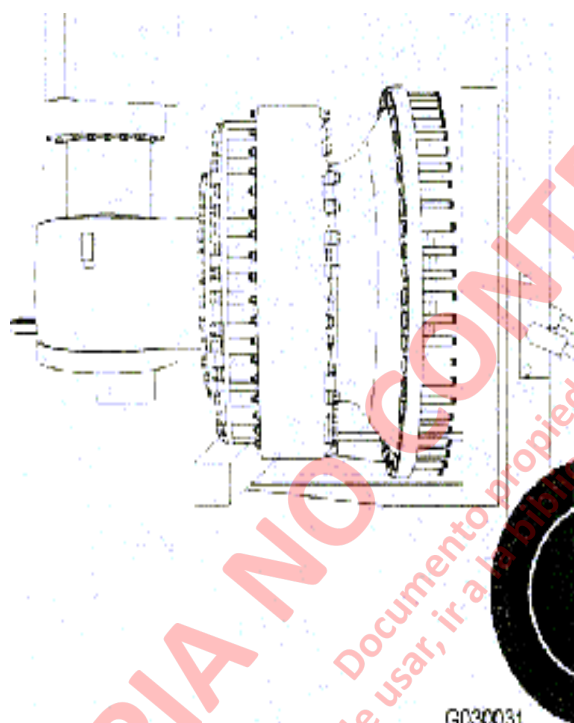

FIGURA 3-2. DESMONTAJE DEL CUBO DE LA RUEDA Y HUSILLO (TÍPICO)
6. Coloque una grúa horquilla debajo del conjunto del husillo y cubo de la rueda, como se muestra en la Figura 3-2. Use bloques si es necesario, para evitar aplicar presión a la caja del freno de disco cuando se baja el conjunto desde la suspensión.
3. Coloque el conjunto del husillo y del cubo de la rueda en la grúa horquilla o en un dispositivo similar de levante, como se muestra en la Figura 3-2.